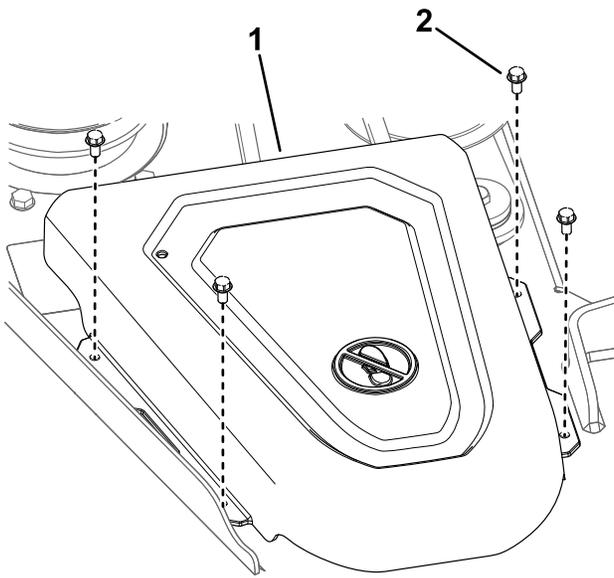

Figure 7
3. Retirez les 4 vis qui fixent le protège-courroie droit et déposez le protège-courroie (Figure 7).